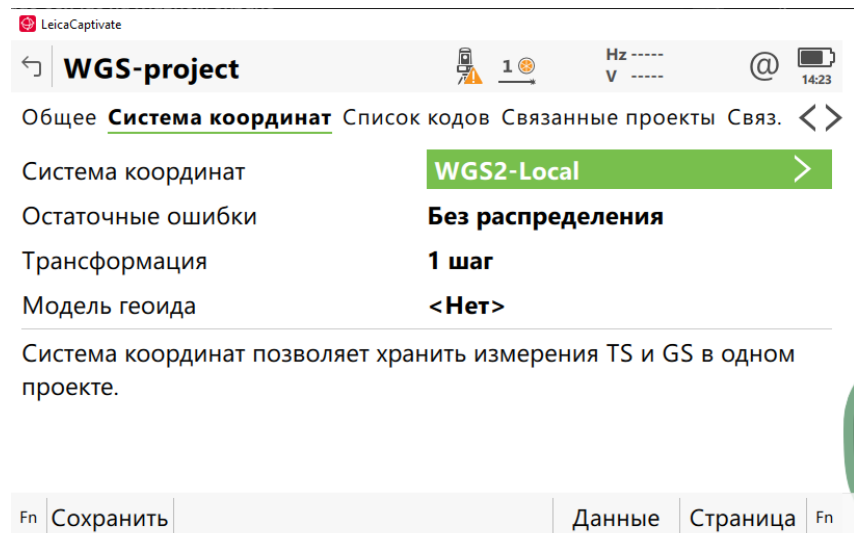

Рисунок 26 – Созданная СК в проекте
19. Зайдя в свойства проекта «WGS-project» можно увидеть, что к нему теперь привязана созданная система координат, т.е. при измерении планового и высотного положения приемником система будет автоматически пересчитывать координаты в СК Минска (рис. 26):